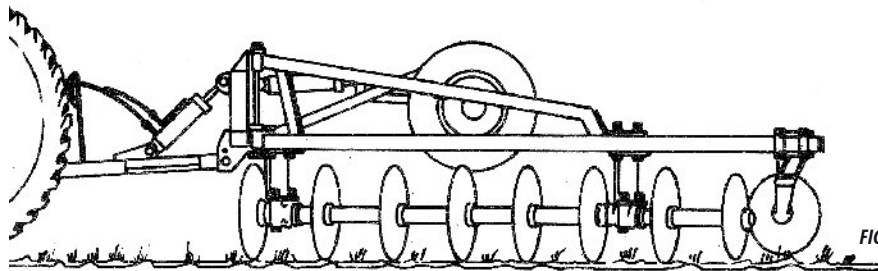

FIGURA 14
- Antes de iniciar a construção de terraços, observar se o terreno ainda não foi gradeado. Se não foi, deve-se dar duas passadas com o terraceador na posição de trabalho, com os discos totalmente apoiados no solo conforme figura 14.